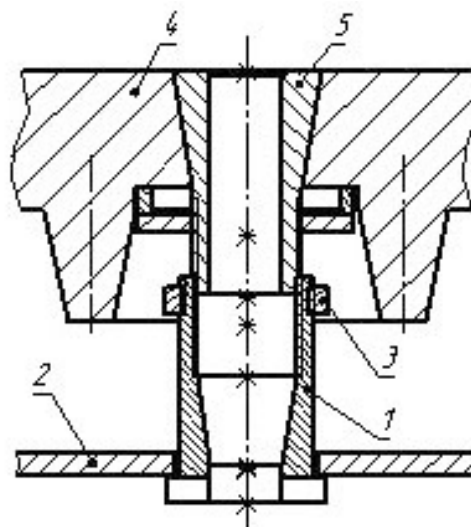
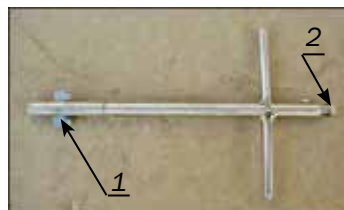

Рисунок 1.1 – Конструкция УЗЛ-Л (УЗЛ-Т)
Рисунок 1.2 – Ключ ККЛ исполнения 0-9
1.2.1 Конструкция резьбового соединения УЗЛ-Л (УЗЛ-Т), которое обеспечивает фиксацию друг с другом верхней и нижней крышек, показана на *рис. 1.1*.
- втулки с наружной резьбой (*поз.5 рис. 1.1*), зафиксированной в отверстии верхней (чугунной) крышки;
- гайки (*поз. 1 рис. 1.1*), установленной в отверстие нижней крышки, на торцевой поверхности гайки имеются шлицы, соответствующие по форме пластине используемого ключа ККЛ. Конструкция гайки обеспечивает ее осевое перемещение относительно нижней крышки, выпадение гайки из отверстия нижней крышки предотвращается гайкой (*поз. 3 рис. 1.1*).
Вращение гайки производят ключом ККЛ исполнения 0-9 (далее – ключ) *рис. 1.2*, который снабжен пластиной, входящей в зацепление со шлицами гайки. Ввод ключа в гайку производят через цилиндрическое отверстие втулки (*поз.5 рис. 1.1*) и гайки (*поз.1 рис. 1.1*), нажав предварительно на толкатель ключа, в результате чего пластина убирается в корпус ключа. Совмещение пластины ключа со шлицами гайки нижней крышки позволяет осуществлять осевое вращение гайки и навинчивание (свинчивание) ее на втулку верхней крышки.
ВНИМАНИЕ! Во избежание повреждения втулки (поз.5 рис. 1.1) верхнюю (чугунную) крышку уложить на поверхность втулкой вверх или подкладывать под крышку предметы (бруски, кирпичи и т.д.), высота которых превышает выступающую часть втулки.